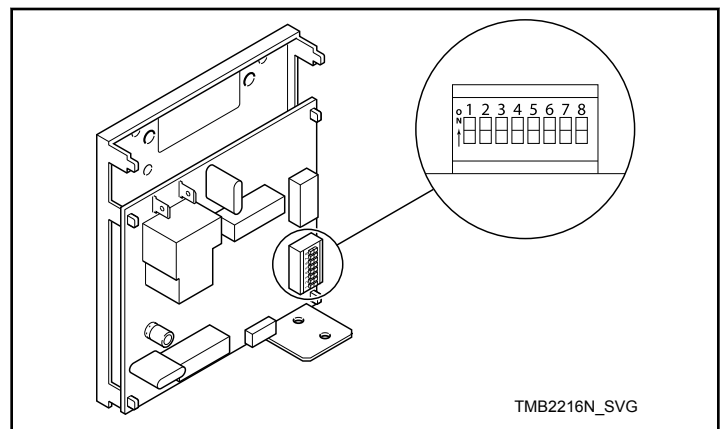

図 28
2. 本体制御のディップスイッチ設定をメモしてから、すべてオフのポジションにします。詳細は図 28 を参照してください。